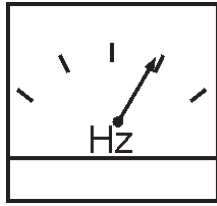

Figure 30. Compteur de Fréquence (Hz)
4. Le compteur de fréquence du générateur (Figure 30) doit afficher la fréquence de sortie du cycle de 60 en **HERTZ**.